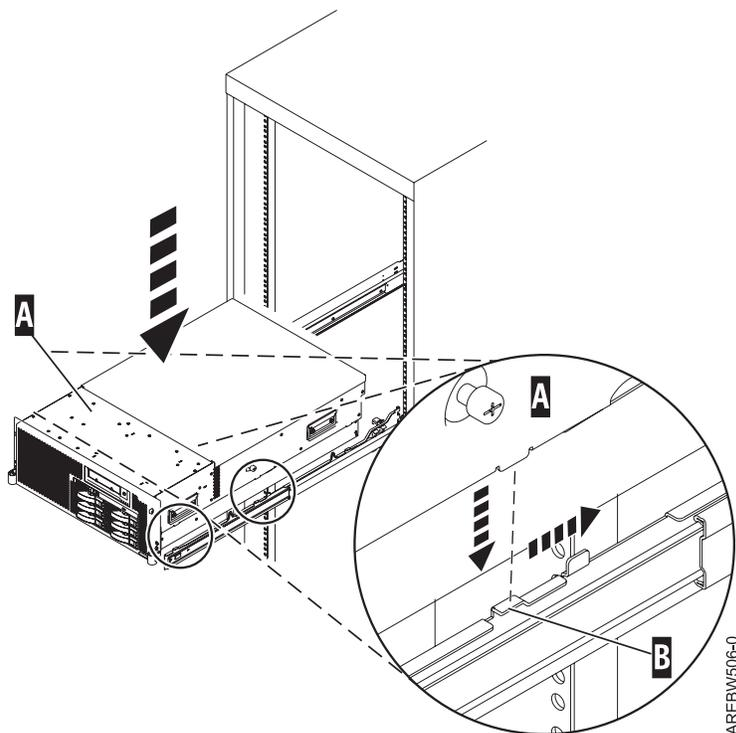

Figure 28. Placez le système sur les guides
9. Agrandissez les guides intérieurs en les tirant vers l'extérieur. Ils doivent être tirés à l'extérieur du cadre (voir la figure 28).
10. Avec l'aide de trois personnes, attrapez les deux poignées situées de chaque côté du tiroir du système et placez le système dans le guide intérieur (voir la figure 28).